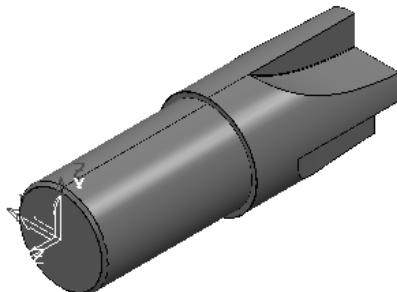

图 4-42 激活坐标系
2) 在“PowerMILL 资源管理器”中选中“用户坐标系”选项下的“PRT\_CSYS\_DEF”，在弹出的快捷菜单中选择“激活”命令，激活新建立的坐标系，如图 4-42 所示。